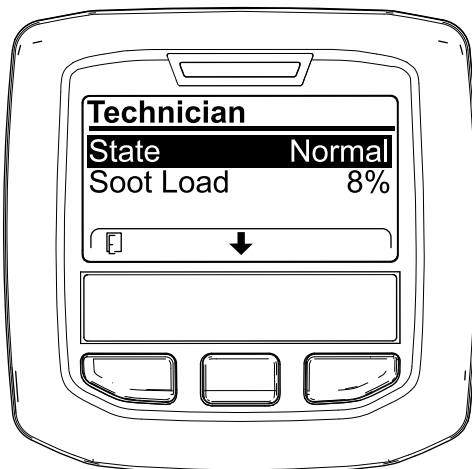

Figura 35
- Utilice la tabla de funcionamiento del DPF para consultar el estado actual del DPF (Figura 35).